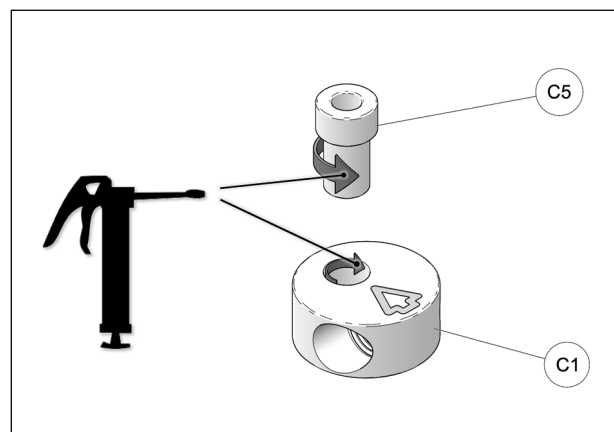

Fig. 22
14. À l'assemblage, les bagues espaceurs (**C5**) doivent être graissées. Appliquer une couche de graisse uniforme sur toute la circonférence de la bague espaceur et dans le logement du disque en aluminium (**C1**). Voir la Fig. 22